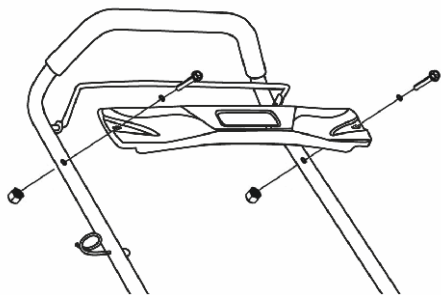

Рис. 5 Установка декоративной панели
5. Установите на руль управления декоративную панель и закрепите её болтами и гайками, как показано на Рис. 5.